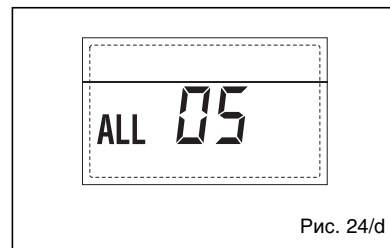

Рис. 24/д
– БЛОКИРОВКА ПЛАМЕНИ «ТРЕВ 06» (рис. 24/е)